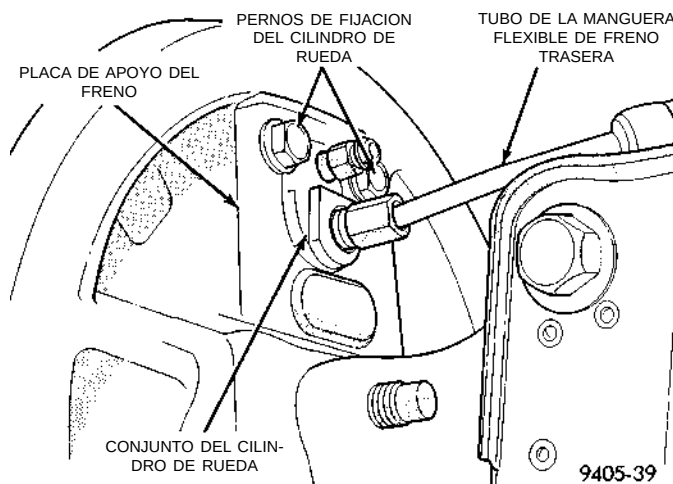

Fig. 94 Manguera flexible de freno en el cilindro de rueda
(1) Eleve el vehículo sobre gatos fijos o céntralo sobre un elevador. Consulte el procedimiento de elevación necesario para este vehículo en Elevación de la sección de Lubricación y mantenimiento de este manual de servicio.
(2) Retire del vehículo el conjunto de rueda y neumático.
(3) Retire el tambor de freno trasero.
(4) Retire los conjuntos de zapatas de freno traseras de la placa de apoyo del freno. Para informarse sobre el procedimiento correcto de desmontaje de la zapata de freno, consulte Zapatas de freno traseras en la sección Desmontaje e instalación de este grupo del manual de servicio.
(5) Si las zapatas de freno estuvieran húmedas de grasa o líquido de frenos, retírelas y reemplácelas.
(6) Desconecte la manguera flexible de freno trasera del cilindro de rueda (Fig. 94).
(7) Retire los pernos de fijación del cilindro de rueda trasera (Fig. 94).